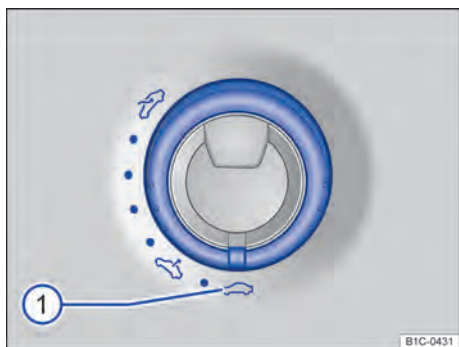
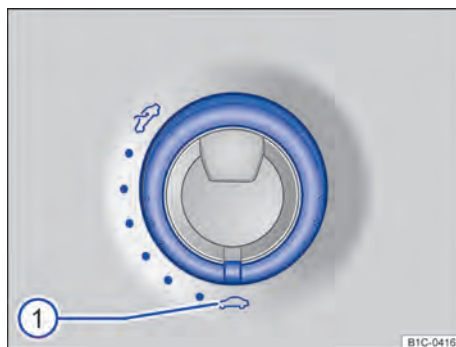

Fig. 36 No revestimento do teto: interruptor do teto solar panorâmico elétrico de vidro (variante 1).
Fig. 37 No revestimento do teto: interruptor do teto solar panorâmico elétrico de vidro (variante 2).
- Girar o interruptor ⇒ **Fig. 36 ①** ou ⇒ **Fig. 37 ①** para a posição “Fechado”.